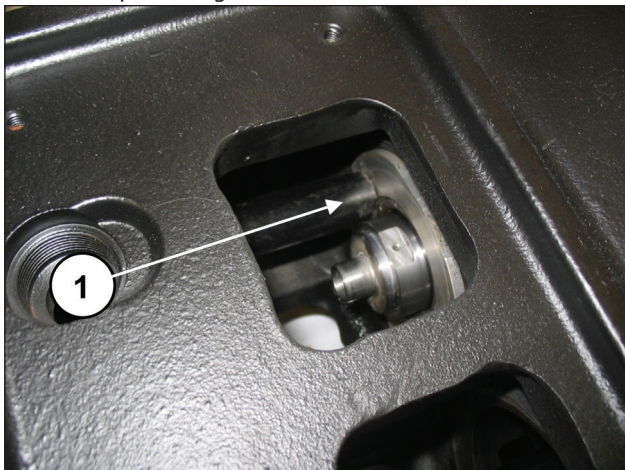
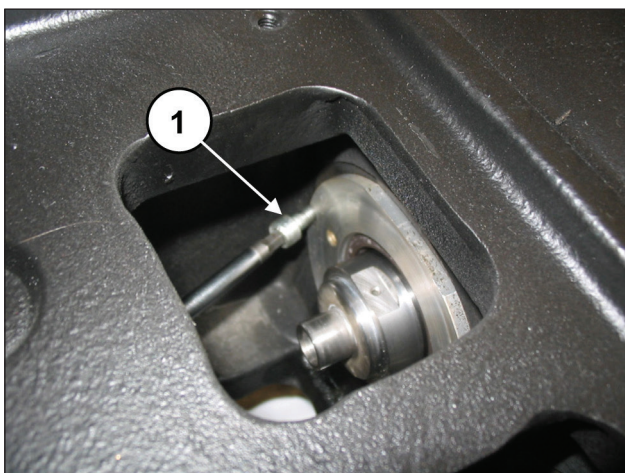

Fig. 142
Fig. 143
Assicurarsi che il coperchio entri completamente in sede (pos. ①, Fig. 142) facendo attenzione a non danneggiare il labbro del paraolio. Avvitare i coperchi paraolio mediante 2 viti M6x14 (pos. ①, Fig. 143).